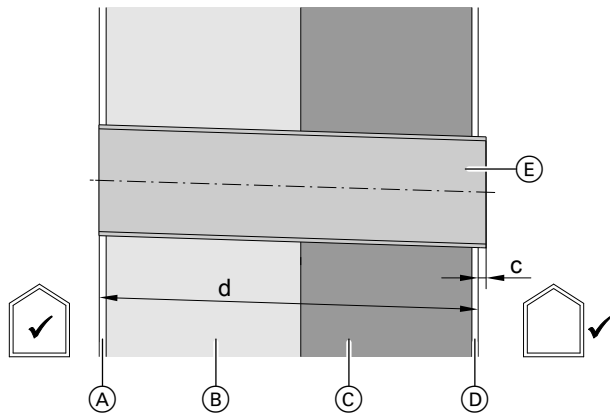

Abb. 11
- Montage mit Außenwandblende: Länge **d** ermitteln: Siehe Abb. 11.